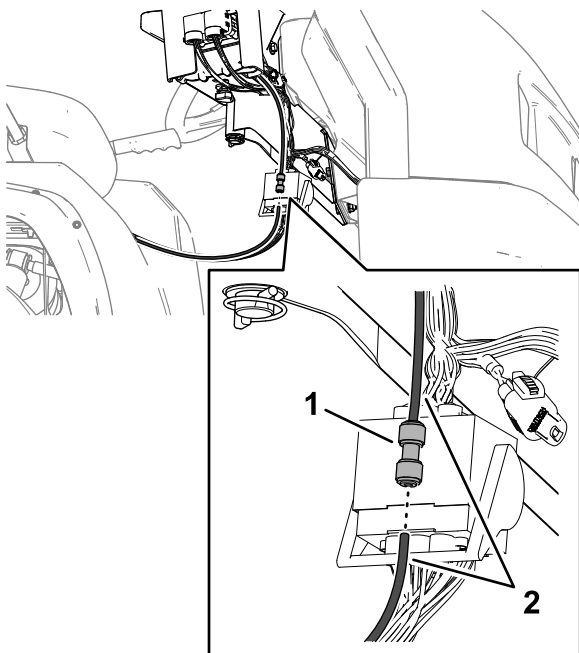

Figura 132
5. Retire uno de los tubos del sensor de presión del acoplamiento a presión, como se muestra en la Figura 132.